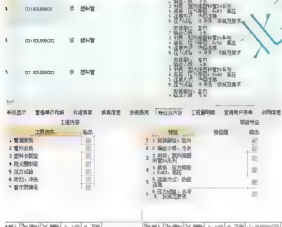

图 3.39 完善项目特征
(3) 完善分部分项清单,将项目特征补充完整。如图 3.39 所示。